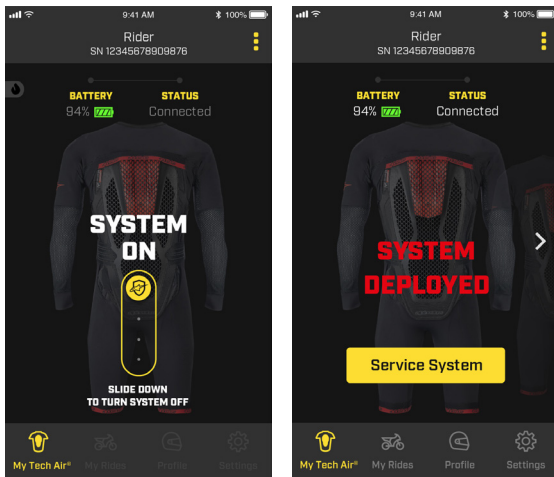

Abbildung 16
Während der Fahrt ist der "System On"-Modus aktiv und der Fahrer kann nicht, aus Sicherheitsgründen, auf die meisten Funktionen der App zugreifen. Falls der Fahrer das System deaktivieren möchte, z. B. für eine Fahrt im schweren Gelände, kann das System mit dem Schiebepfeil in der App ausgeschaltet werden (wie in Abbildung 16 dargestellt). Zur Reaktivierung öffnen und schließen Sie den Aktivierungsgürtel (4).
Im Falle einer Aktivierung zeigt die App den entsprechenden Status mit dem Schriftzug "SYSTEM DEPLOYED" an, wie in Abbildung 16 dargestellt.